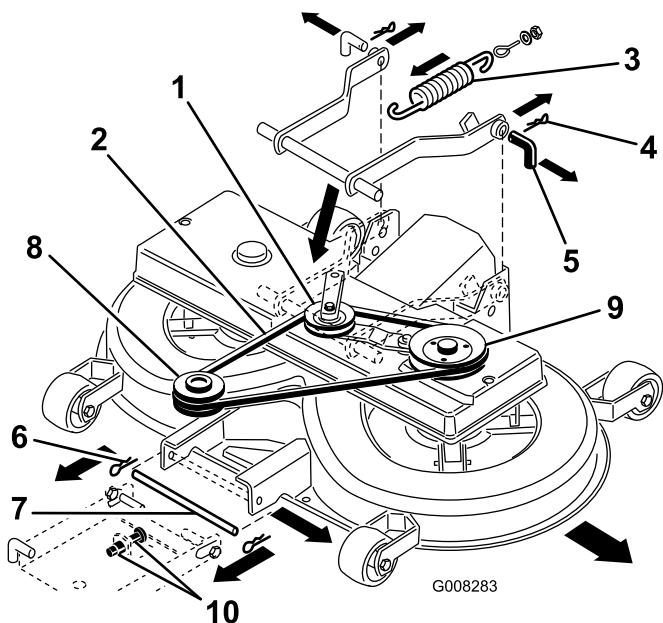

Figura 39
2. Retire la polea de la correa en V y el conjunto del brazo tensor (Figura 39).
- Tire del brazo tensor hacia dentro y retire la correa en V de la polea (Figura 39).
- Desconecte el muelle de la palanca (Figura 39).
- Retire las chavetas de los 2 pasadores traseros y retire los pasadores (Figura 39).
- Retire la chaveta del pasador delantero y retire el pasador (Figura 39).
- Retire la correa en V de la polea del motor (Figura 39).
7. Mueva el pasador inferior de la suspensión delantera a la posición inferior de las ranuras, ajustando las dos tuercas M12 de la suspensión delantera (Figura 39).